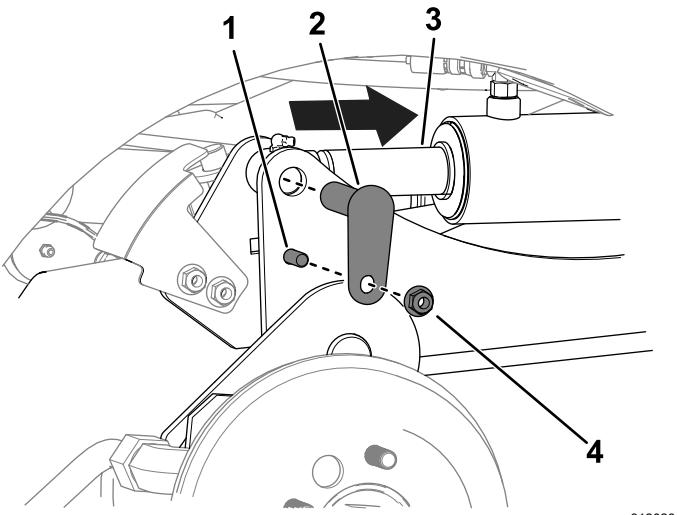

Рисунок 11
C. Используйте пробойник, чтобы совместить отверстия в штоке цилиндра с отверстиями в подъемном рычаге (Рисунок 11).
D. С помощью 2 болтов ( $\frac{3}{8}$  x 1 $\frac{1}{4}$  дюйма), 2 гаек ( $\frac{3}{8}$  дюйма) и 2 малых штифтов прикрепите подъемные рычаги к цилиндрам (Рисунок 11).